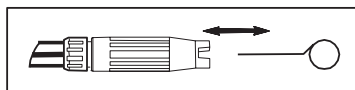

Fig. 2
- Utilizzare il kit per la pulizia in dotazione, o qualsiasi elemento affilato per pulire il beccuccio, ad esempio, inserire una graffetta distesa nell'orifizio del beccuccio. Muoverlo verso l'interno e verso l'esterno fino a rimuovere tutta la polvere e lo sporco. Fig. 2.